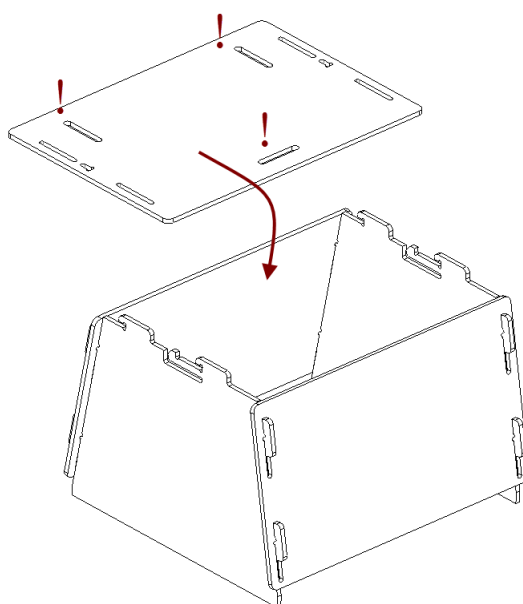

Рис. 11.16: Монтаж крышки
3. Обращая внимание на ориентацию пазов, установите крышку на верхние крючки боковых стенок (см. Рис. 11.16).